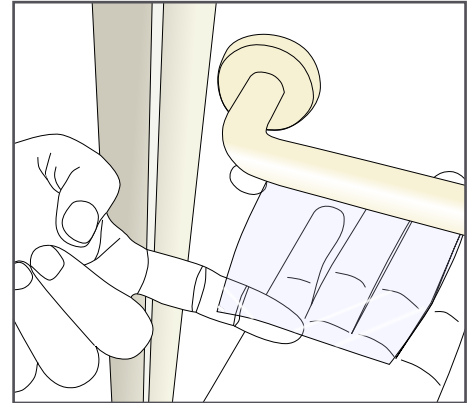

Figure 16
- › Positionner le film en approchant par le dessous de la poignée. Appliquer, avec la main gantée, le bord du film à l'arrière de la poignée. (FIG. 16)